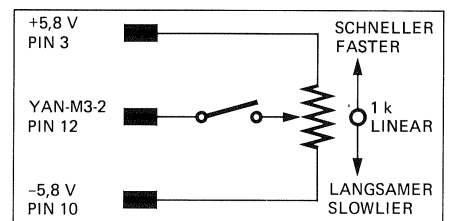

Fig. 2.12
**Nachsteuerschaltung ± 3 % mit Potentiometer:** Gemäss Fig. 2.12 ein lineares Potentiometer, Wert 1 kOhm anschliessen. Diese Schaltung ermöglicht eine Geschwindigkeits-Regelung von ca. ± 3 %. Zur Erzielung einer besseren Auflösung ist die Anwendung eines 10 : 1 Potentiometers empfohlen. Die Nachsteuerung ist möglich mit den Tonmotor-Steuerprints 1.080.374 und 1.080.376.
**Speed readjustment ± 3 % with potentiometer:** As shown in Fig. 2.12, a 1 kohms linear potentiometer may be connected. This circuit allows speed regulation of approx. ± 3 %. To improve resolution, a 10:1 potentiometer is recommended. Readjustment is accomplished through the capstan motor PCBs 1.080.374 and 1.080.376.